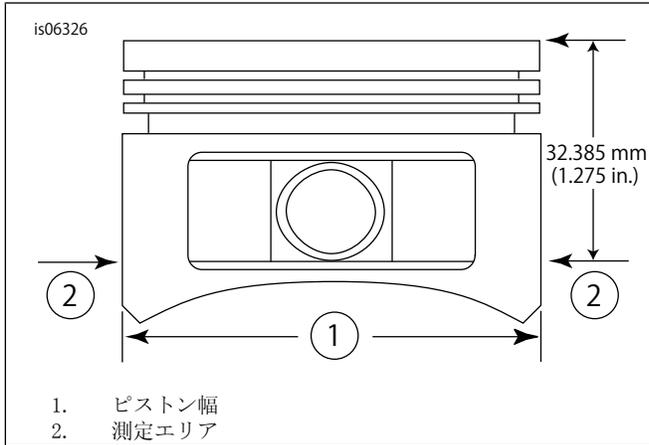

図2。ピストン測定
- 「図2」を参照してください。ピストン幅(1)を、ピストンピン穴の両側から水平に90度、ピストン(2)のデッキ面(上)から1.275インチ下で測定します。この位置のピストン-シリンダーフィットについては表5を参照してください。